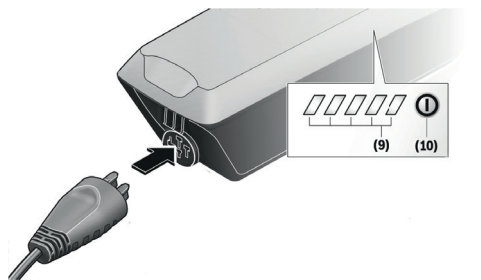

Abbildung 33 : Ladegerätstecker in die Ladebuchse am Akku stecken.
4. Stecken Sie den Ladestecker **30** des Ladegeräts in die Buchse (siehe Abbildung 33) am Akku.